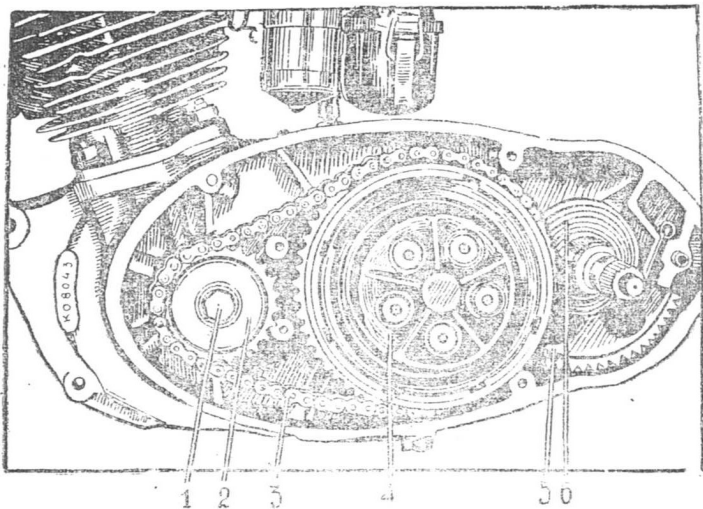

Рис. 13
**Моторная цепная передача**—состоит из неразъемной втулочной цепи, одетой на звездочки коленчатого вала и большого барабана сцепления. Цепь работает в масляной ванне (рис. 13).
На проходящий через крышку картера валик ногого переключения 34 рис. 4 свободно одет пустотелый валик кикстартера 31 рис. 4. На наружном конце валика укреплен педаль 28 рис. 4, а на внутреннем конце укреплен зубчатый сектор 30 рис. 4 со спиральной пружиной 29 рис. 4, 6 рис. 13.